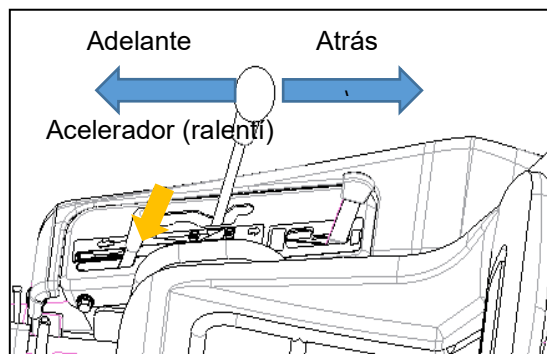

Figura 15
- **Mueva la palanca de cambios hasta la mitad, hacia ADELANTE y hacia ATRÁS, durante 10 segundos y luego vuelva a ponerla en punto muerto. (Figura 15)**